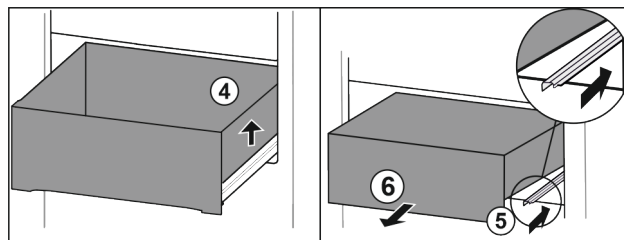

Fig. 69
► Unieść szufladę po prawej. Fig. 69 (4)
► Wsunąć prawą szynę. Fig. 69 (5)
► Wyjąć szufladę do przodu. Fig. 69 (6)